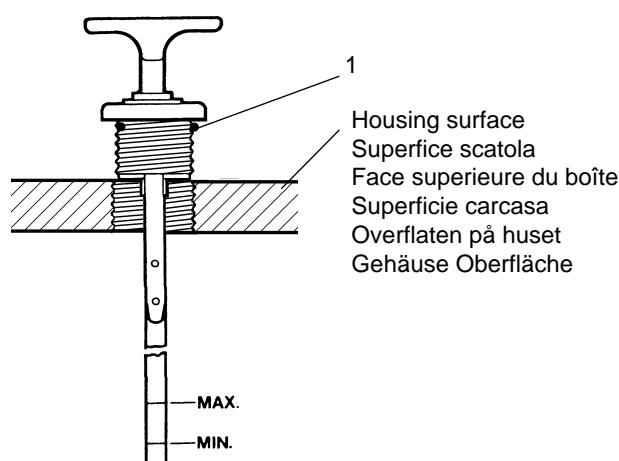

Fig. V-2
1.3 Insert dipstick do not screw in (figure V-2). Remove dipstick and check fluid level:
1.4 Check O-rings (figure V-2, item 1) for damage, replace if necessary.
1.3 Appoggiare l'astina senza avvitarla (fig. V-2); rimuoverla e controllare che il livello dell'olio sia tra i segni di massimo e minimo.
1.4 Controllare gli anelli OR (fig. V-2, pos. 1) e sostituirli se necessario.
1.3 Enfoncer la jauge sans visser (fig. V-2), la retirer et contrôler le niveau d'huile. La niveau d'huile doit être entre le minimum et le maximum.
1.4 Vérifier l'état des joints toriques (fig. V-2, position 1), les remplacer si nécessaire.
- 1.3 Meter la varilla sin ajustarla (Fig. V-2); sacarla y controlar que el nivel del aceite se encuentre entre las marcas de mínimo y de máximo.
- 1.4 Controlar los anillos OR (Fig. V-2, pos. 1) y sustituirlos si es necesario.
- 1.3 Den Ölmeßstab in die Gehäusebohrung einstecken, nicht zuschrauben (Bild V-2), wieder herausziehen und Ölstand ablesen.
- 1.4 O-Ringe (Pos. 1, Bild V-2) auf Beschädigung überprüfen, gegebenenfalls erneuern.
1.7 Switch off engine and check fluid level within a short time . If necessary, top fluid level off to the dipstick mark. The fluid level on the dipstick (figure V-2, item 1) should be between the min. and max. marks.
1.7 Spegnete il motore e subito controllate il livello dell'olio; se necessario rabboccate. Il livello del fluido deve essere compreso tra i segni di max e min presenti nell'astina (fig. V-2). Ripetere l'operazione dopo un breve periodo di funzionamento.
1.7 Arrêter le moteur et vérifier à nouveau le niveau d'huile. Si nécessaire, compléter le niveau d'huile jusqu'à la marque sur la jauge. Le niveau d'huile sur la jauge (fig. V-2, position 1) devra se situer entre les marques mini et maxi. Le niveau d'huile devra être vérifié à nouveau après une courte période de fonctionnement.
- 1.7 Apagar el motor y enseguida controlar el nivel del aceite; si es necesario restablecer el nivel. El nivel del fluido debe estar comprendido entre las marcas de máximo y mínimo presentes en la varilla (Fig. V-2). Repetir la operación después de un breve periodo de funcionamiento.
- 1.7 Motor abstellen und erneut den Ölstand überprüfen. Falls notwendig, Öl nachfüllen. Der richtige Ölstand ist erreicht, wenn das Öl am Ölmeßstab (Pos.1, Bild V-2) zwischen der Min.- und Max.-Markierung sichtbar ist. Den Ölstand nach kurzer Anfahrzeit nochmals überprüfen.